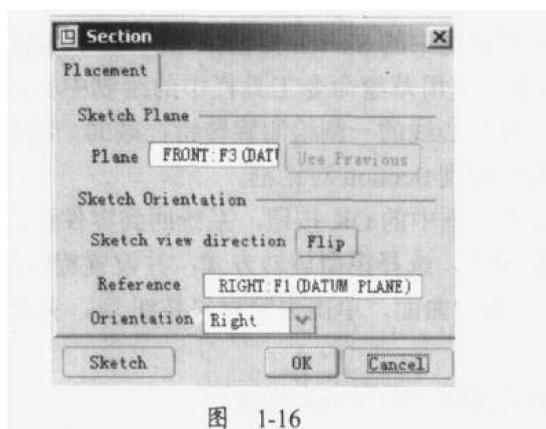

图 1-16
(1) 单击旋转工具按钮，在旋转特征面板中，单击  按钮，单击草绘截面按钮 ，系统显示 Section 对话框。
(2) 选择 FRONT 基准面为草绘平面，RIGHT 基准面为参考平面，接受系统默认的视图方向。
(3) 以上所有设置显示在 Section 对话框中，如图 1-16 所示。